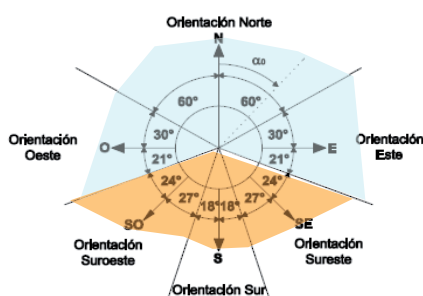

Figura 2. Orientaciones de los huecos para el cálculo de la demanda de calefacción del Ce2.
3. **Orientación de los huecos:** Los huecos con orientación al sur, sureste y suroeste pueden reducir la demanda de calefacción en invierno al incidir el sol en el interior de la vivienda. En cambio dicho efecto, si no se corrige, en verano aumentaría la demanda de refrigeración, algo no deseable. El Ce2 diferencia dos tipos de huecos (captore y no captore) y esa división parte de la orientación de los huecos como se indica en la figura 2.